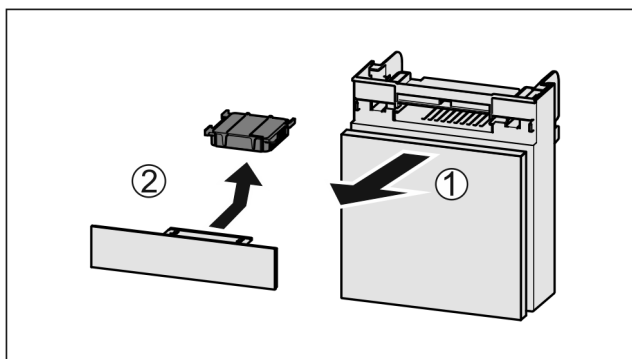

Fig. 169
- Fach nach vorne herausziehen Fig. 169 (1).
- Aktivkohlefilter entnehmen Fig. 169 (2).